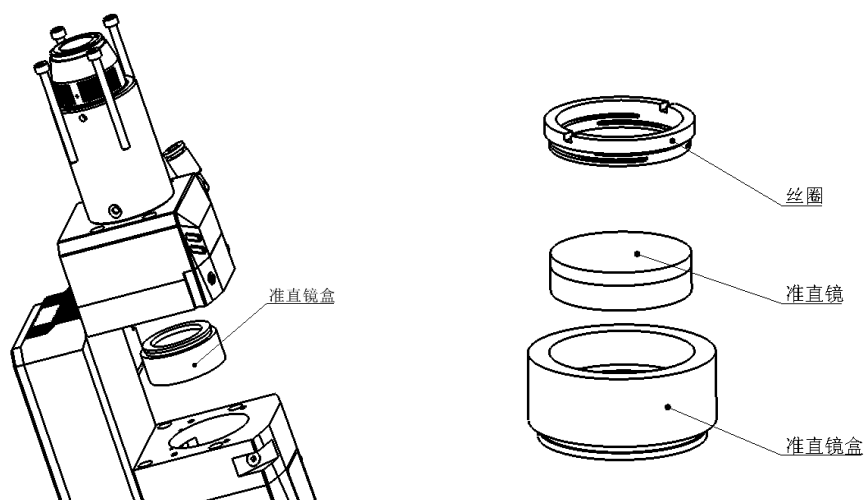

图 15 A230E 切割头准直镜盒示意图
- (1) 拆下激光头，移至洁净场所，清理干净激光头表面所有灰尘；
- (2) 用3mm 的内六角扳手拧开准直组件的锁紧螺钉（如图15 所示），与准直组件连接的部分用美纹纸封好，防止灰尘调入；
- (3) 用拆镜工具拧出准直镜盒，用拆镜工具取下弹簧压圈和准直镜；
- (4) 清洁或更换准直镜片；